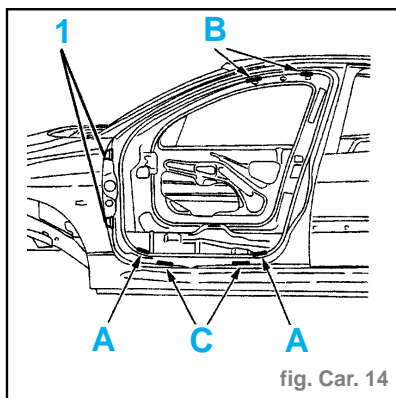

fig. Car. 14
- Positionner (fig. Car. 14) :
- les cales [2] en (A) (cote de 13 mm vers l'extérieur).
- les cales [3] en (B) (cote de 15 mm vers l'extérieur).